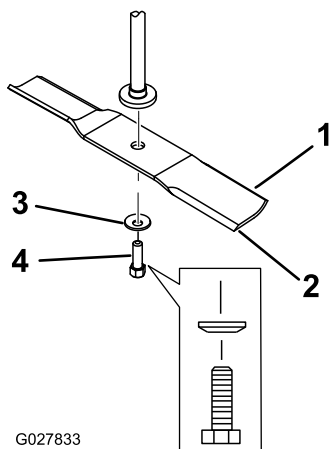

Figura 50
Sujete el extremo de la cuchilla usando un trapo o un guante grueso. Retire del eje el perno de la cuchilla, la arandela curva y la cuchilla (Figura 50).
- Instale la cuchilla en el eje (Figura 50).
- Instale la arandela curva (con la copa hacia la cuchilla) y el perno de la cuchilla (Figura 50).